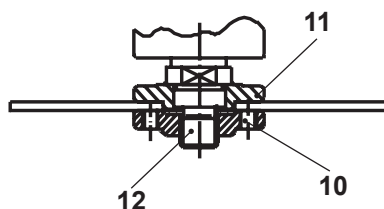

Fig. 14
- Discos finos (< 4 mm) con el centro plano: coloque la cara con relieve de la brida de apriete alejada del disco (Fig. 14).